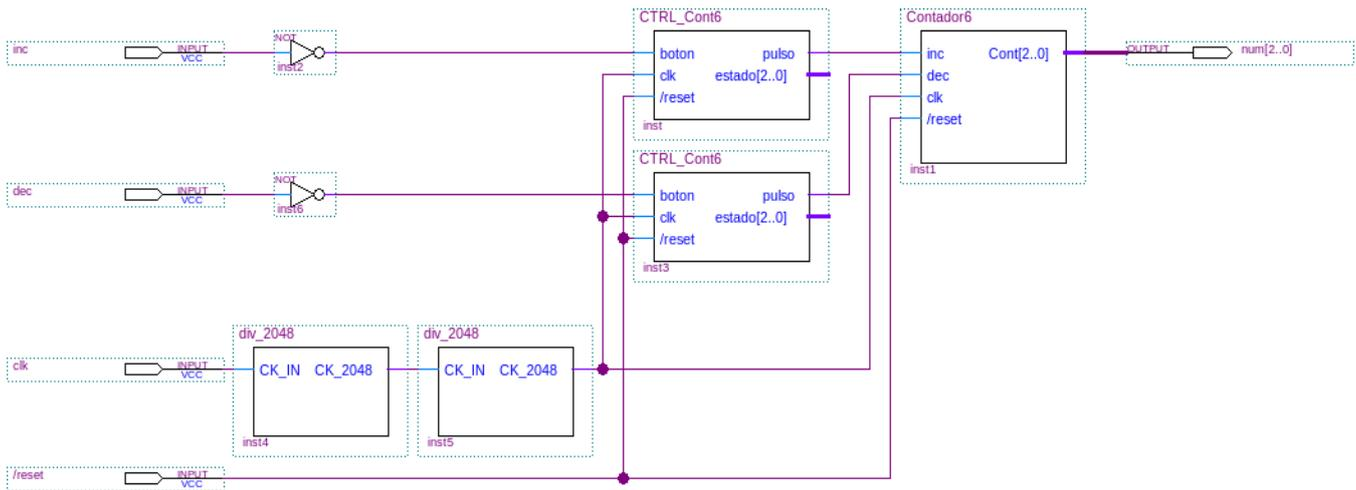

Figura 5. Bloque CTRL_INCDEC
- Crear el bloque **CTRL_INCDEC** con el circuito de la figura 5.
- Simulaciones del circuito de la figura 5 sin los divisores de frecuencia.